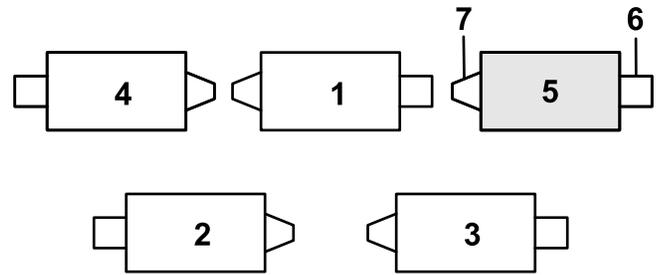

图 12
1. 如果发卡销安装在补偿弹簧杆的后孔中——拆下发卡销并将其插到支架旁边的孔中 (图 12)。